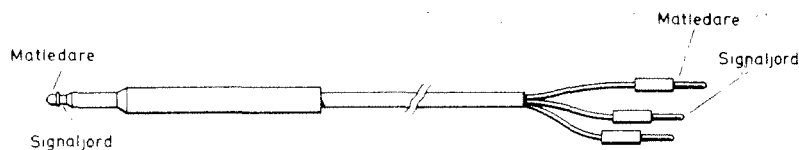

Bild 25. Mätkabel med telefonpropp
- 7.2.1 Mätinstrumenten ansluts i de flesta fall i OK. Använd mätkabel med telefonpropp för anslutning till OK-jack (kabel F1281-900807). Se bild 25.